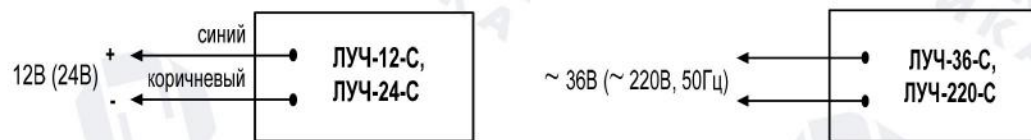

Рис.1. Схемы подключения.
4.2. Подключение изделий должно выполняться в соответствии со схемой (рис.1.)